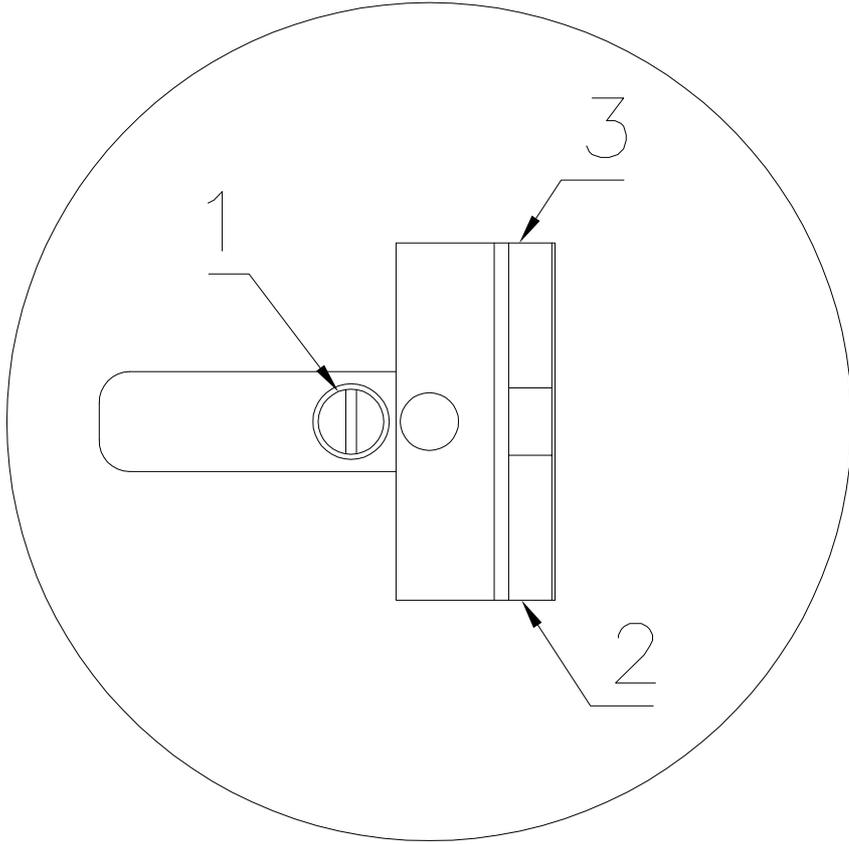

Fig. 5
5. Geschößgeschwindigkeit (Abb. 5)